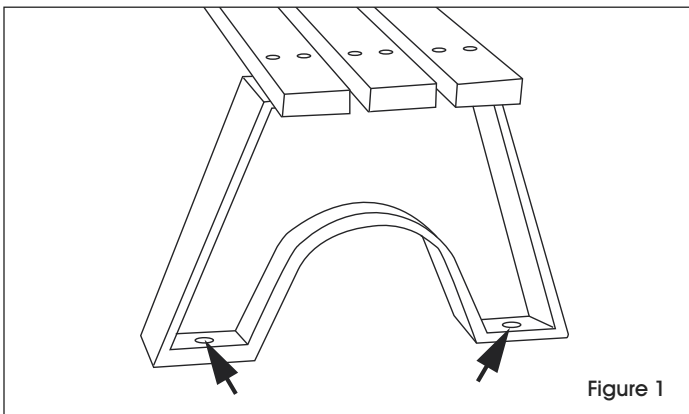

Figure 1
1. After assembling and positioning your table or bench, drill a hole using the standard drill bit through the base of the table or bench in four places (two holes on one base and two on the other). (See Figure 1)
1. Après avoir assemblé et positionné votre banc, percez un trou à l'aide d'une mèche de perceuse standard à travers la base du banc, et ce, à quatre endroits (deux trous sur une base et deux sur l'autre). (Voir Figure 1)